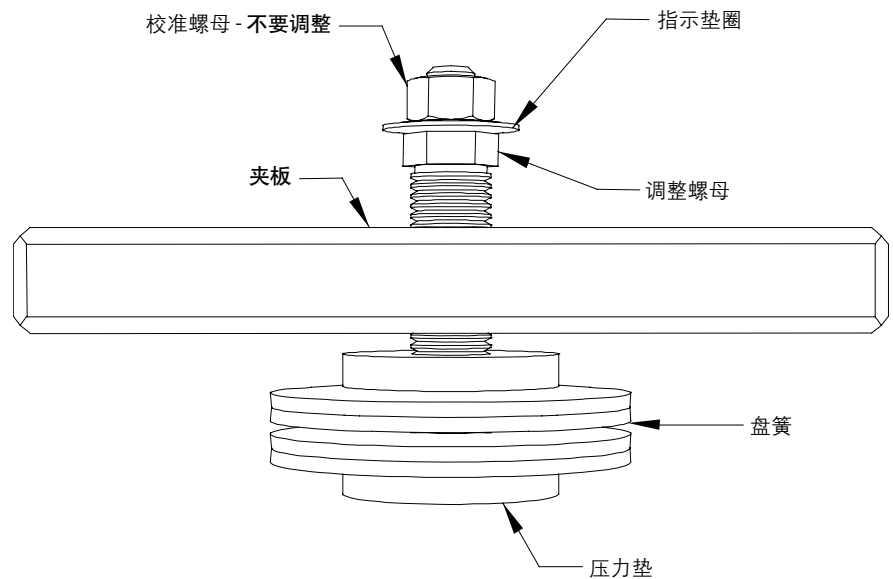

图 5.19 - 夹头图解
3. 必须将带热传感器的散热片从 PowerCage 中卸下。卸下夹具负载(请参阅图 5.19)。